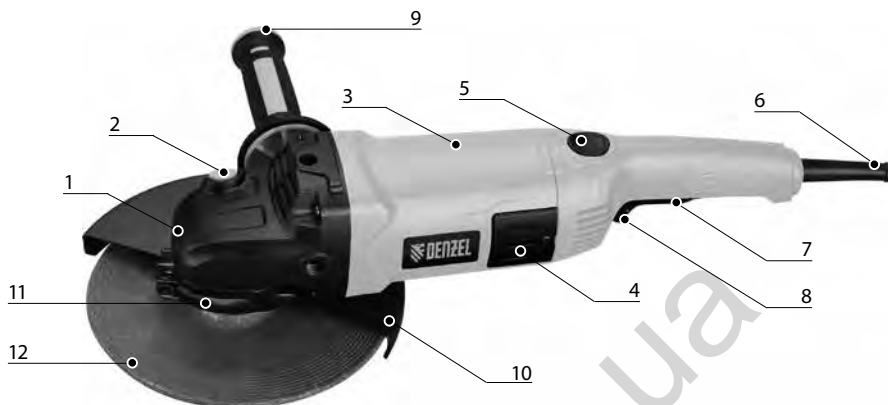

рис. 1
- отвести в сторону рычаг 11 (рис. 1) фиксации кожуха, ослабив крепежный хомут;
Вкрутите рукоятку 9 (рис. 1) в резьбовое отверстие корпуса редуктора в удобное для работы положение.
При установке/снятии оснастки блокировка шпинделя осуществляется клавишей 2 (рис. 1), расположенной на корпусе редуктора. Блокировка шпинделя также может осуществляться с помощью гаечного ключа S17. Крепление оснастки на шпинделе осуществляется с помощью фланца и гайки, затягиваемой специальным ключом, поставляемым в комплекте. Оснастка с резьбовым посадочным отверстием M14 крепится непосредственно на резьбовом конце шпинделя.
Во избежание поломки машины и получения травм, запрещается нажимать на кнопку блокировки шпинделя 2 (рис. 1) во время работы шлифовальной машины, а также до полной остановки шпинделя после выключения двигателя.
В зависимости от вида используемой оснастки и характера обработки можно выбрать оптимальное и наиболее удобное положение основной рукоятки. Для изменения положения рукоятки необходимо нажать клавишу блокировки 5 (рис. 1) и повернуть рукоятку относительно корпуса на 90 градусов по или против часовой стрелки. При отпуске клавиши 5 рукоятка зафиксорируется в выбранном положении.
Для включения машины необходимо нажать клавишу выключателя 7 (рис. 1), переместив кнопку 8 (рис. 1) вперед. При необходимости, выключатель питания 7 может быть зафиксирован в положении «Включено», для этого при нажатой клавише 7, переместите кнопку блокировки 8 вперед и клавиша будет зафиксирована. Для отключения машины повторно нажмите и отпустите клавишу 7.